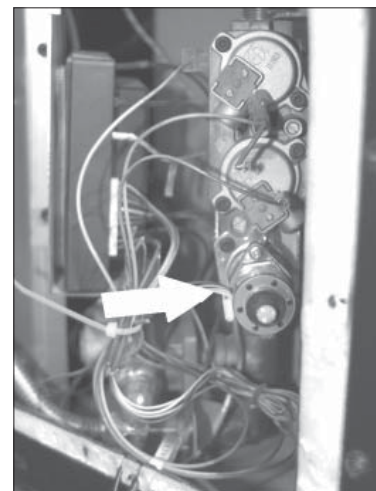

Figure 58: Modulator Screws.
14. En utilisant une perceuse T-20 sécuritaire, enlevez les deux (2) vis qui retiennent le servo régulateur à la valve de gaz (figure 58).